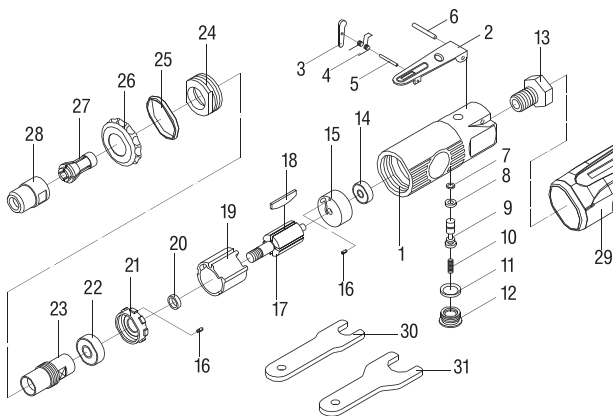
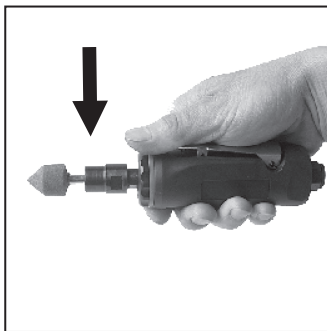

Рисунок 1 - Деталировка
Рисунок 7 – Порядок работы
2. Для установки насадки откройте цанговый зажим (рис. 3), для этого ослабьте затяжку фиксатора цангового зажима (поз. 28, рис.1), прокрутив её против часовой стрелки при помощи малого ключа, в то же время, удерживая большим ключом опору цангового зажима (поз. 23, рис. 1).
6. Снимите пусковой рычаг (поз. 2, рис. 1) с фиксатора (поз. 3, рис. 1) толкнув его вперёд, далее, нажимая на пусковой рычаг, вращайте шпиндель зачистной машинки. Частота вращения шпинделя регулируется при помощи силы нажатия пускового рычага (рис. 7).